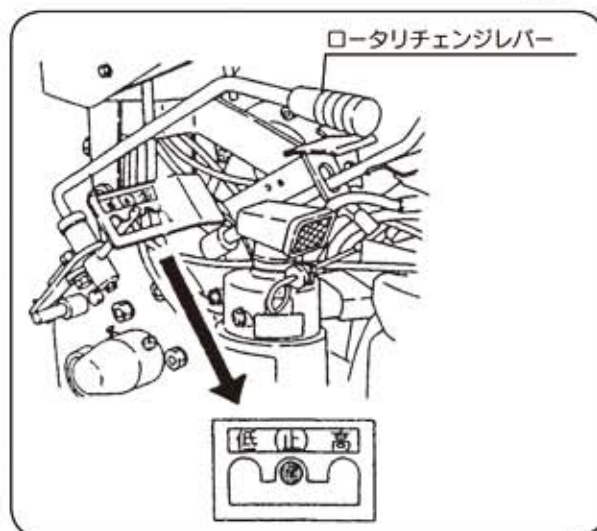

図4
- ②ロータリチェンジレバーを「止」の位置にします。(図4)